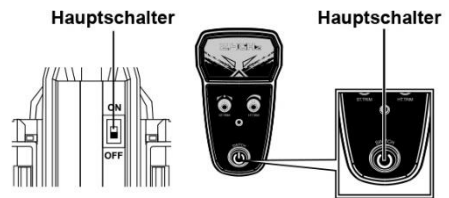

Abb. 13
- (1) Montieren Sie das Lenkrad auf die Fernbedienung.
- (2) Stellen Sie die Frequenz der Fernsteuerung und des Fahrzeugs ein:
A. Bei der Erstinbetriebnahme müssen innerhalb von 3 Sekunden die Leistungsschalter von Racer und Fernbedienung gleichzeitig eingeschaltet werden. Während die Frequenz hergestellt wird, blinken beide Lichter (Auto + Fernsteuerung). Wenn die FrequenzEinstellung beendet ist, leuchten die Lichter durchgehend. (Abb. 13).